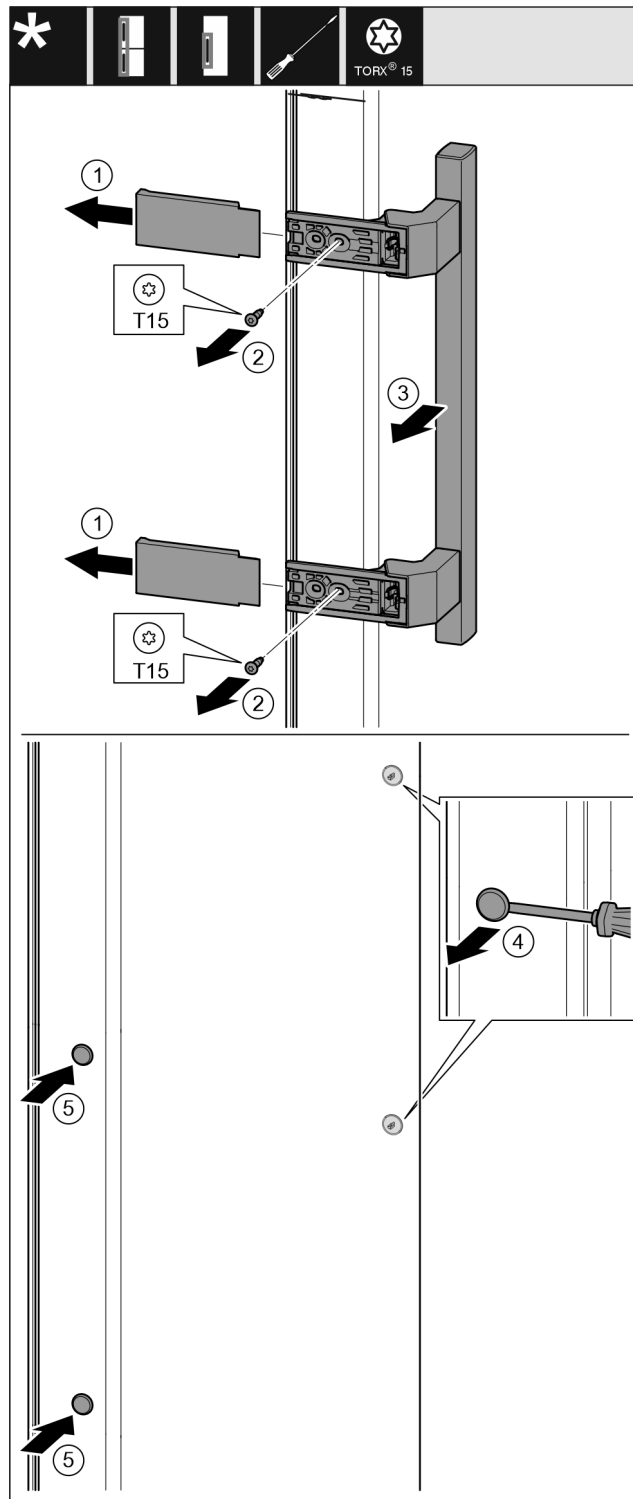

Fig. 39
- ▶ Afdekking eraf trekken. Fig. 39 (1)
- ▶ Schroeven met schroevendraaier T15 eruit draaien. Fig. 39 (2)
- ▶ Greep eraf halen. Fig. 39 (3)
- ▶ Zijdellingse stop voorzichtig met een sleufschroevendraaier optillen en eruit trekken. Fig. 39 (4)
- ▶ Stop op de andere kant weer aanbrengen. Fig. 39 (5)